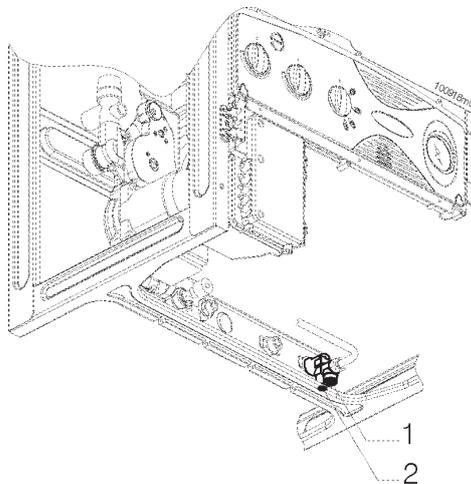

Figura 33 -
- se la temperatura dell'acqua è troppo fredda occorre ridurre la portata dell'acqua attraverso il selettore "2" (vedi figura 33) fino al raggiungimento della temperatura desiderata.